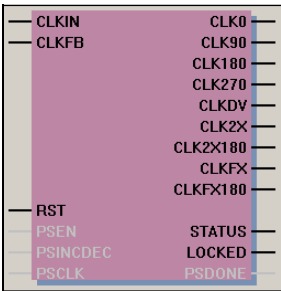

图4-85 DCM 模块示意图
- (8) DCM 即数字时钟管理单元，主要完成时钟的同步、移相、分频、倍频、去抖动（skew）等。严格来说 DCM 本身并不是全局时钟资源，但是由于 DCM 与全局时钟有着密不可分的联系，为了达到最小的延迟和抖动，几乎所有的 DCM 应用都要使用全局缓冲资源。DCM 的详细使用方法请参考本书 2.7.2 节和 9.2.5 节。图 4-85 所示为 DCM 模块示意图。